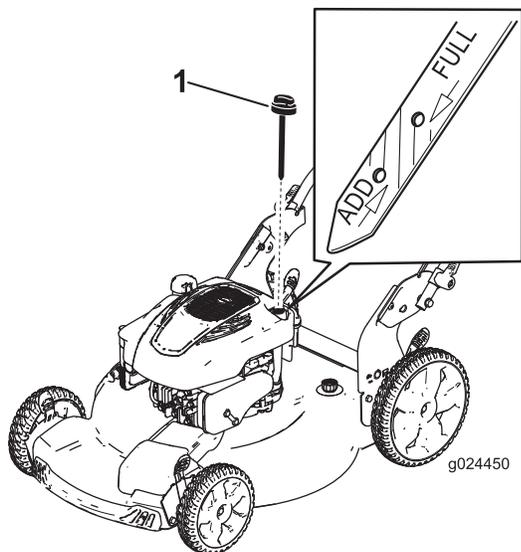

Figura 21
3. Retire la varilla (Figura 21).
10. Observe el nivel de aceite en la varilla (Figura 21).